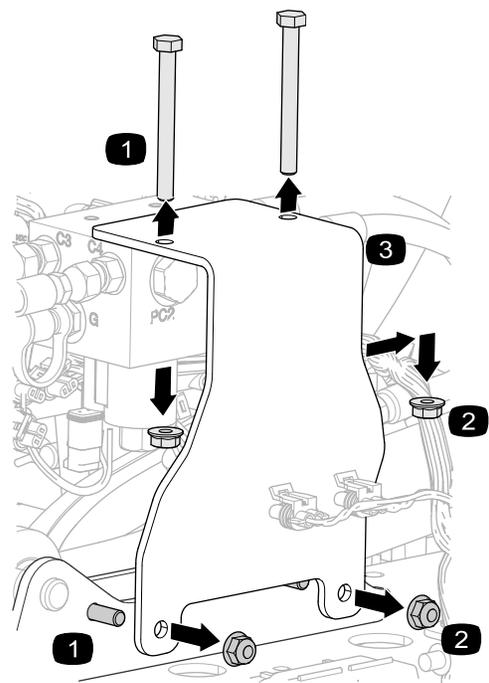

Bild 11
1. Entfernen Sie die Muttern und Schrauben, mit denen die Befestigungshalterung an Hubzylinderverteiler und der Befestigungsplatte befestigt ist (Bild 11).